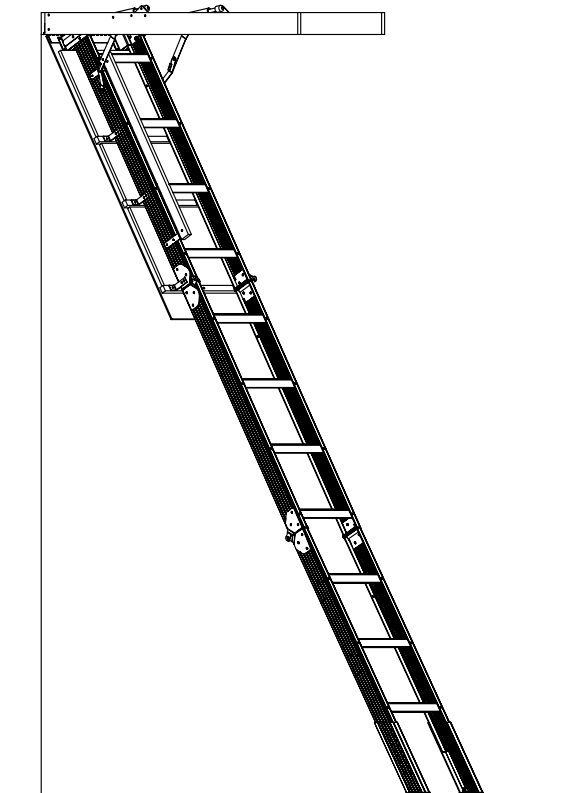

Figura 8
13. Abra la escalera de ático, desdoble las secciones para que la escalera se vea como la Figura 8.